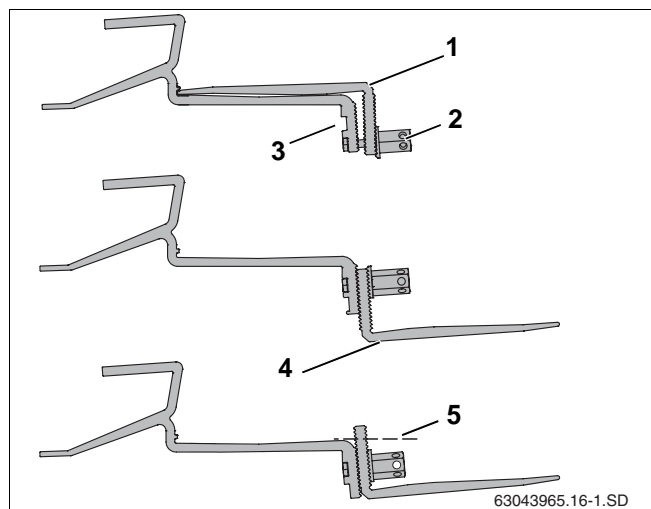

Bild 14 Fäst takhakarna på takstolar
Hos vissa takbeläggningar kan det vara nödvändigt att stödja takhakarnas nedre del (bild 14, **pos. 4**) med brädor/plankor, så att takhakarna ligger ovanpå pannorna.
- ▶ Lossa den långa sexkantsmuttern (bild 14, **pos. 2**).
- ▶ Sätt in skruven i det övre hålet (bild 14, **pos. 3**).
- ▶ Fäst takhakens nedre del (bild 14, **pos. 1**) löst. Dra inte åt hårt ännu.